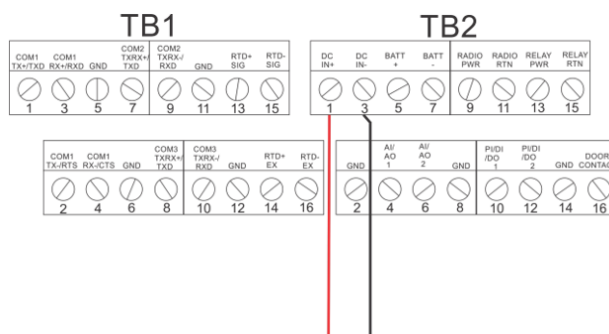

Figura 8. Fiação à fonte de alimentação CC
- Insira cada extremidade do fio exposto no conector apropriado e prenda o fio (consulte *Figura 8*).